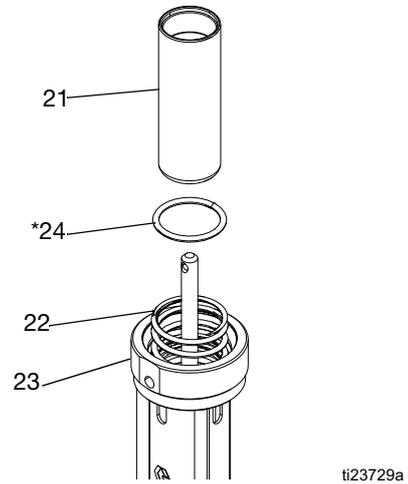

FIG. 15
7. Faites glisser le piston d'air (21) pour le sortir par le dessus de la base (23) du moteur pneumatique. Enlevez le joint torique (24*) de la base du moteur pneumatique. Inspectez toutes les pièces, notamment le ressort (22) dans la base du moteur pneumatique, à la recherche de dommages. Voir FIG. 15.